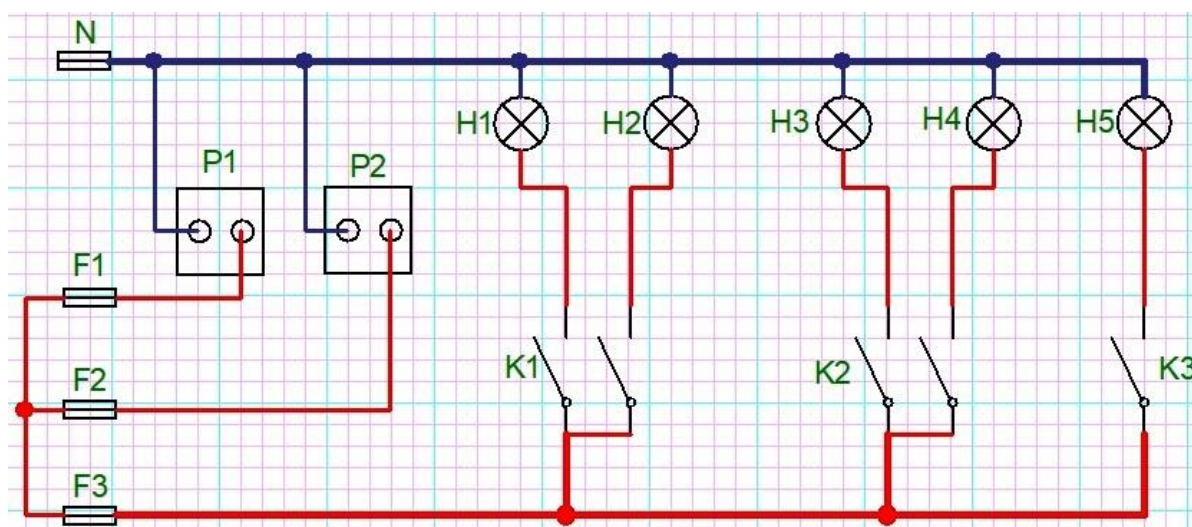

Figura 1.18 Schemă electrică desfășurată realizată în Proficad
4. După executarea conexiunilor schema arată ca în figura 1.18